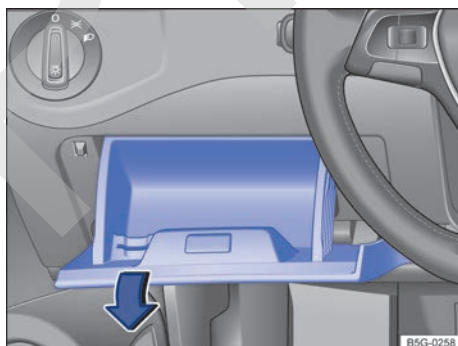

Fig. 195 En el lado izquierdo, junto al volante: tapa de la caja de fusibles del tablero de instrumentos. ▶
- Abra el portaobjetos del lado del conductor y tire con fuerza del lado izquierdo en el sentido de la flecha → fig. 195. Es probable que tenga que emplear bastante fuerza.